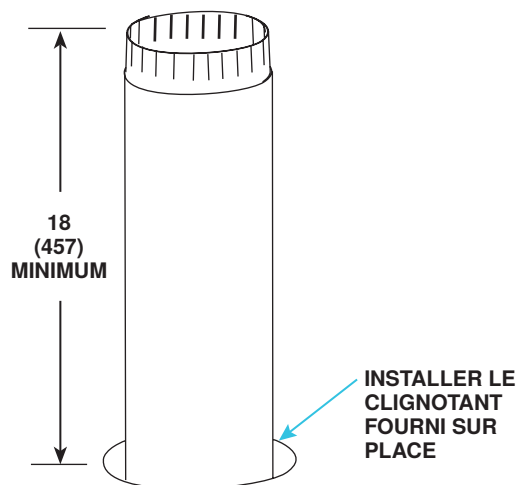

Figure 11. Tuyau d'air de combustion à travers le toit
- a. Insérez le tuyau d'air de combustion à travers le toit comme montré dans la Figure 11.